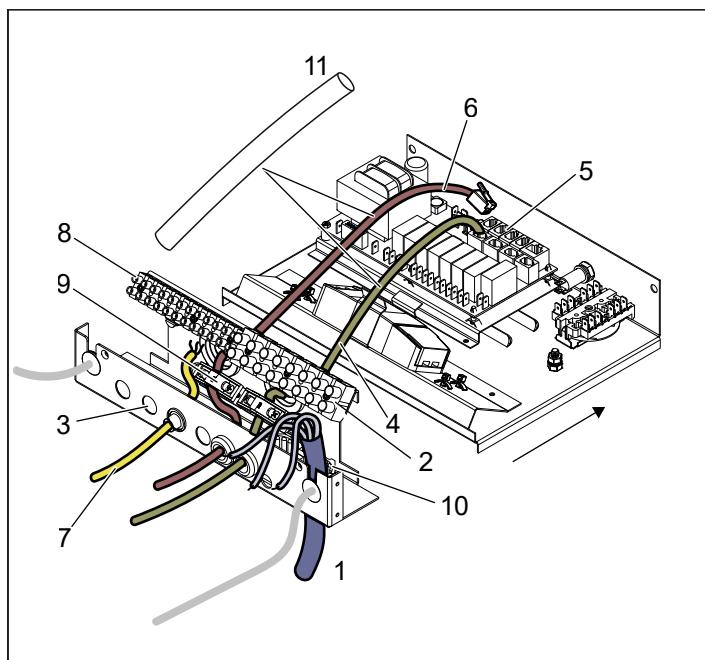
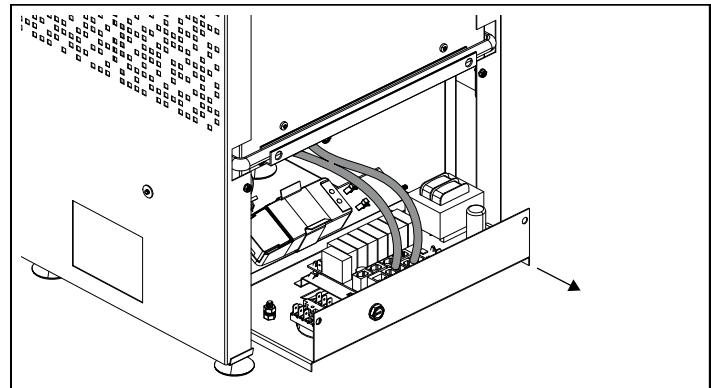
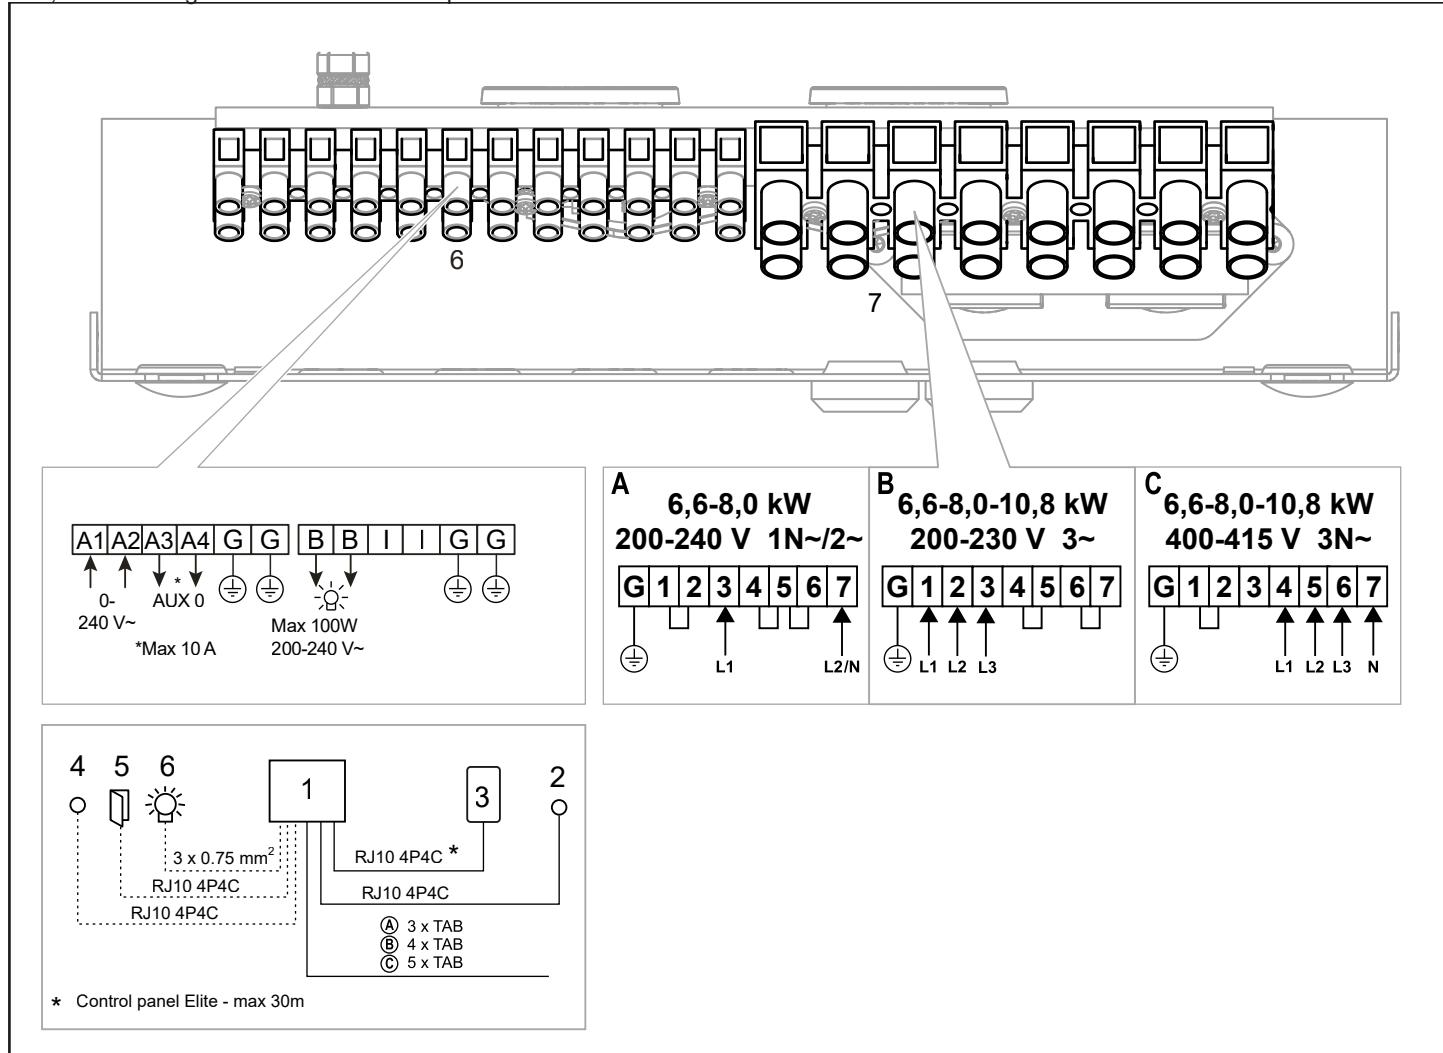
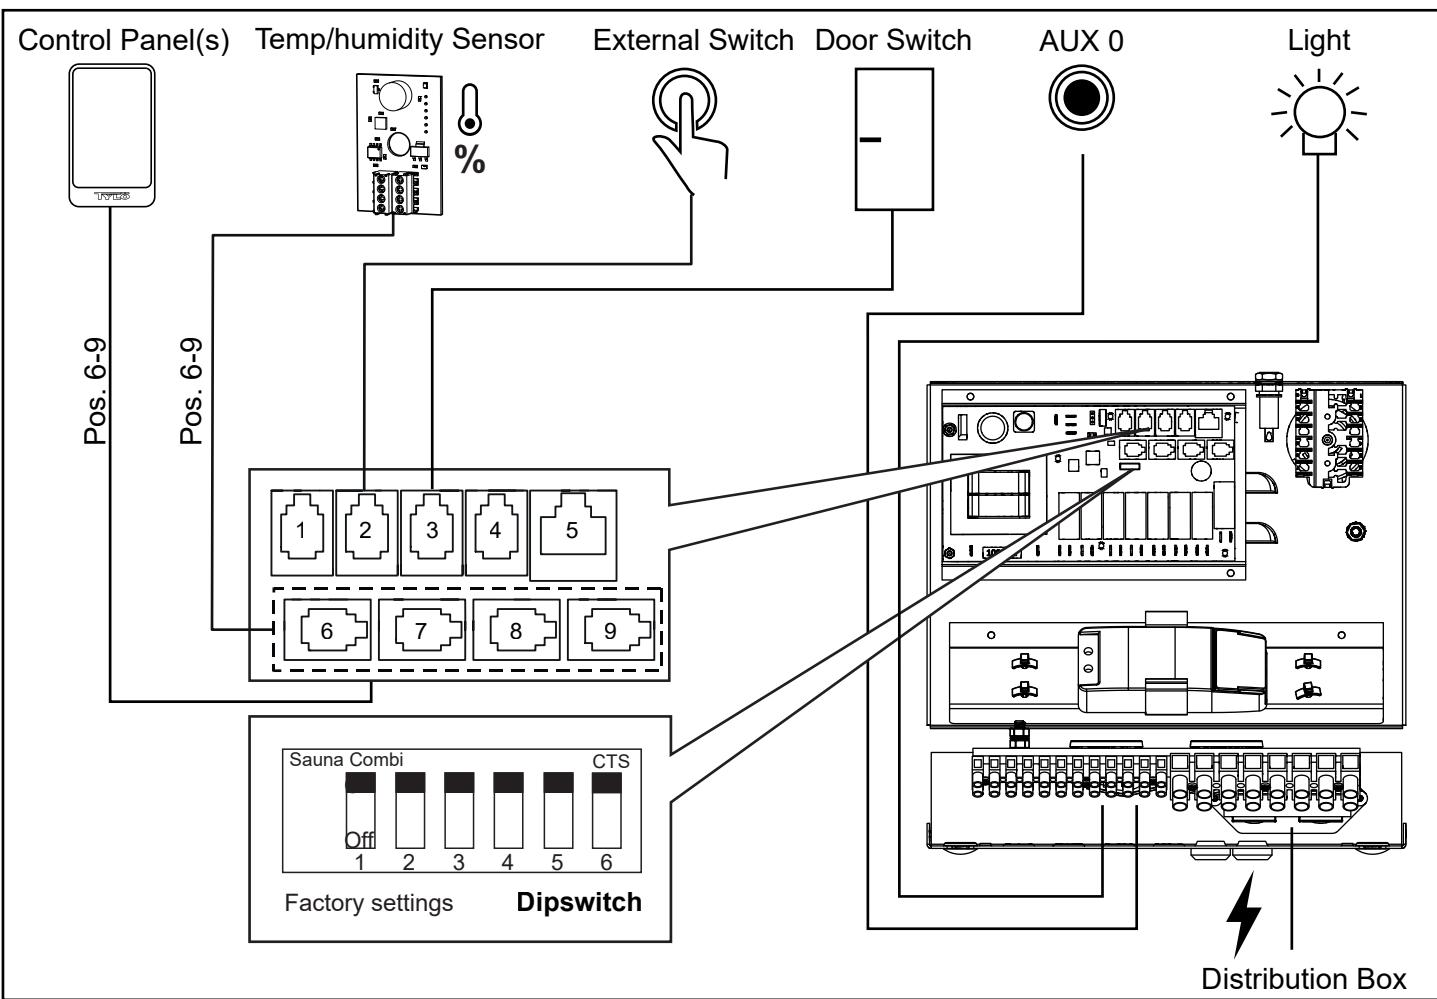

Fig 11: Eldosan
Fig 12: Dra ut lådan för lättare åtkomst
Fig 18: Kopplingsschema
Fig. 20. Schematisk installation Crown Combi Elite
5. Anslut elkabeln (se Fig 11) enligt kopplingsschema (se Fig. 18).
6. Dra kablar för manöverpanel och temperatursensor genom kabelgenomföringarna se fig 11. Anslut manöververpanelens kabel i en av de fyra RS485-kontakerna (position 6-9, se Fig 20).
7. Anslut temp/fuktsensor kabeln i position 6-9, se fig 20. Dra ut lådan för att sträcka kablarna och spänn dragavlastningar na (se fig 12).
8. Anslut eventuell kabel till belysning / aux, se Fig 11, enligt kopplingsschema Fig 18.
Vid inkoppling till spänningar eller fas-tal, som inte anges i kopplingsschema Fig 18, kontakta Tylö kundservice.